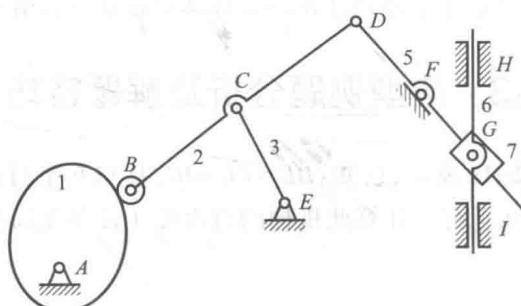

图 2-2
**例 2-2** 计算图 2-2 所示机构的自由度（若存在局部自由度、复合铰链、虚约束请指出）。
根据图 2-2 计算机构的自由度：